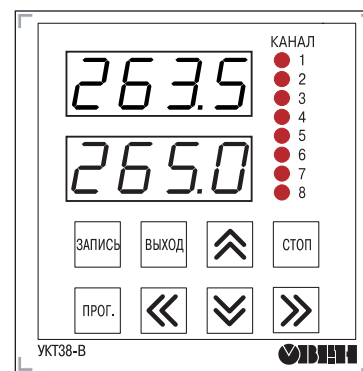

Рис. 2
4.2.2. На лицевой панели прибора (рис. 2) расположены два четырехразрядных цифровых индикатора, служащих для отображения информации, восемь светодиодных индикаторов, показывающих состояние каналов контроля, и восемь кнопок управления.